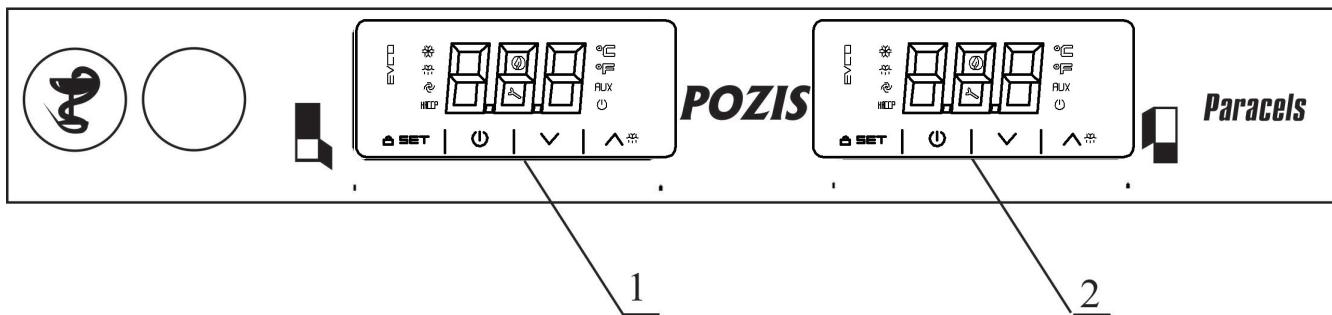

Рис.2 Схема расположения приборов управления
7.2.1.1 Контроллеры EV3B22 обеспечивают: поддержание температурного режима в камерах, индикацию температуры, включение звуковой сигнализации при выходе температур в камерах за установленные пределы. Датчики температур EV3B22 размещаются внутри камер холодильника. Органы управления выведены на панель управления холодильника (рис.2):